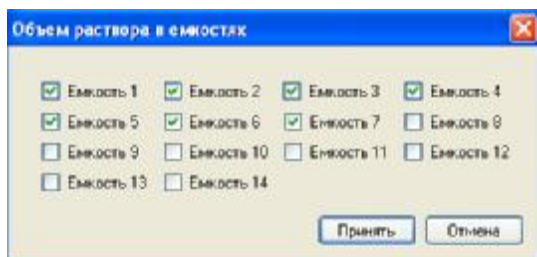

Рисунок 14. Окно «Объём раствора в емкостях»
**Кнопка «Объём раствора».** Эта кнопка выводит на экран компьютера окно «Объём раствора в емкостях» (смотри рисунок 14). С помощью галочек можно указать, объёмы каких емкостей должны суммироваться для вычисления суммарного объёма растворов. Для принятия выбора необходимо нажать кнопку «Принять».